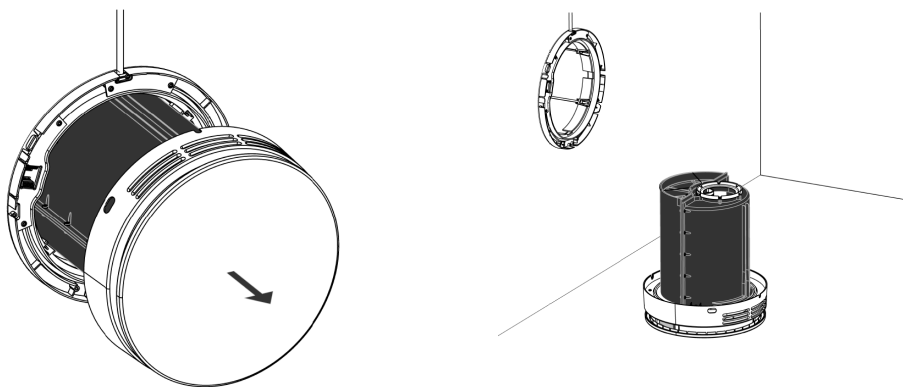

Abbildung 23 - Lüftungsgerät herausnehmen und auf die innere Abdeckung stellen
4. Das Lüftungsgerät vorsichtig aus der Wand ziehen und auf der inneren Abdeckung auf den Boden oder einen Tisch stellen, siehe nachstehende Abbildung 23 unten.